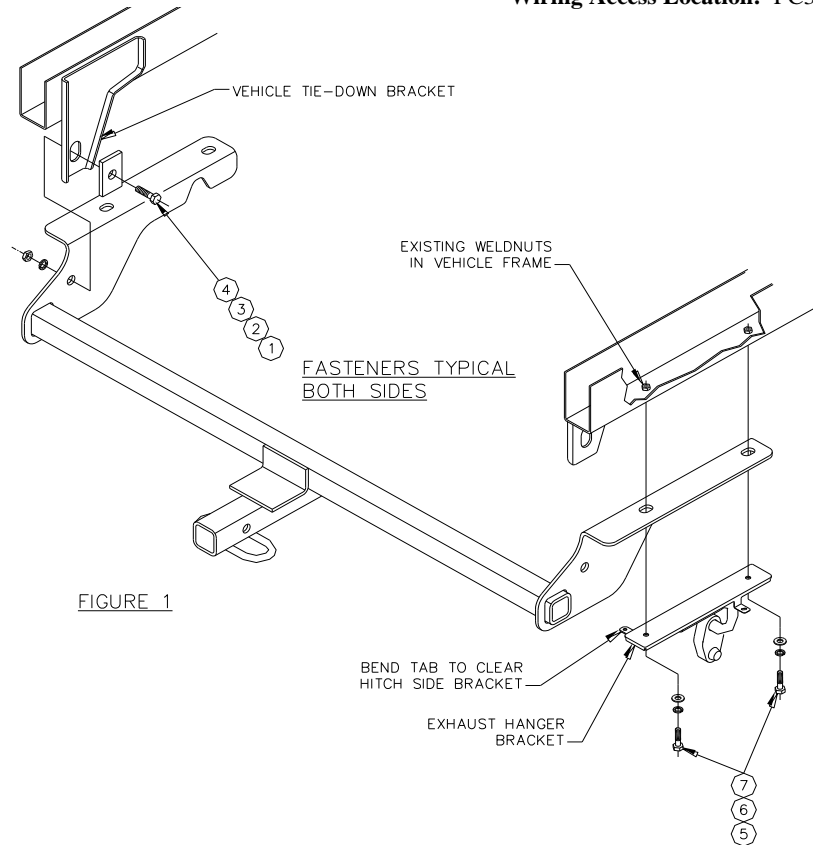

FIGURE 1
Before removing exhaust hanger brackets, bend tabs on brackets down to clear side brackets (see figure 1).
2. Raise hitch into position. Loosely install M8 x 40mm bolts, 5/16 lock washers and 5/16 flat washers, sandwiching hitch side bracket between frame rail and exhaust hanger brackets (see figure 1).
3. Install 1/2" fasteners thru hitch side brackets and vehicle tie-down brackets as shown in figure 1.
Avant d'enlever les supports de crochet de suspension du tuyau d'échappement, courber les pattes des supports vers le bas afin de ne pas buter contre les supports latéraux (voir figure 1).
2. Lever l'attelage en position. Sans serrer à fond, installer des boulons M8 x 40 mm, des rondelles freins 5/16 et des rondelles plates 5/16, en intercalant le support latéral de l'attelage entre le longeron de châssis et les supports de crochet de suspension du tuyau d'échappement (voir figure 1).
3. Installer la visserie 1/2 po dans les supports latéraux de l'attelage et les supports d'arrimage du véhicule, tel qu'illustré à la figure 1.